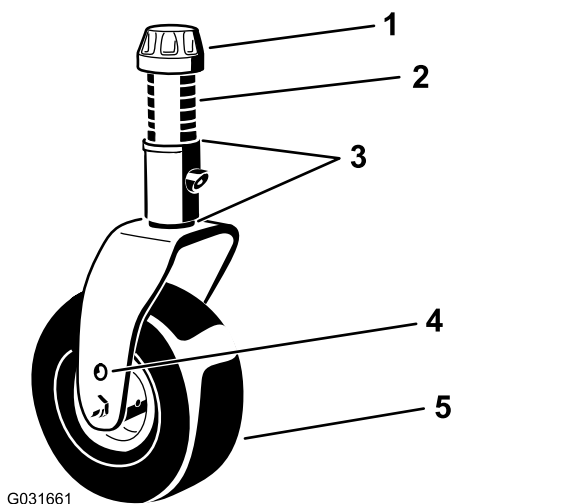

Figura 8
Poziionai axele rolor în aceleai orificii în ambele furci. Consultai Figura 8 i Figura 9 pentru a determina orificiile corecte pentru setare.
1. Îndepărtați capacul de tensionare de pe arborele axului (Figura 8) i glisai axul în afara braului rolei. Amplasai cele 2 garnituri de reglare pe arborele axului aa cum au fost montate iniial. Aceste garnituri de reglare sunt necesare pentru a atinge un nivel pe toată lăimea unităilor de tăiere.
2. Glisai numărul corespunzător de distanțiere pe arborele axului pentru a obine înălțimea de tăiere dorită (Figura 8).